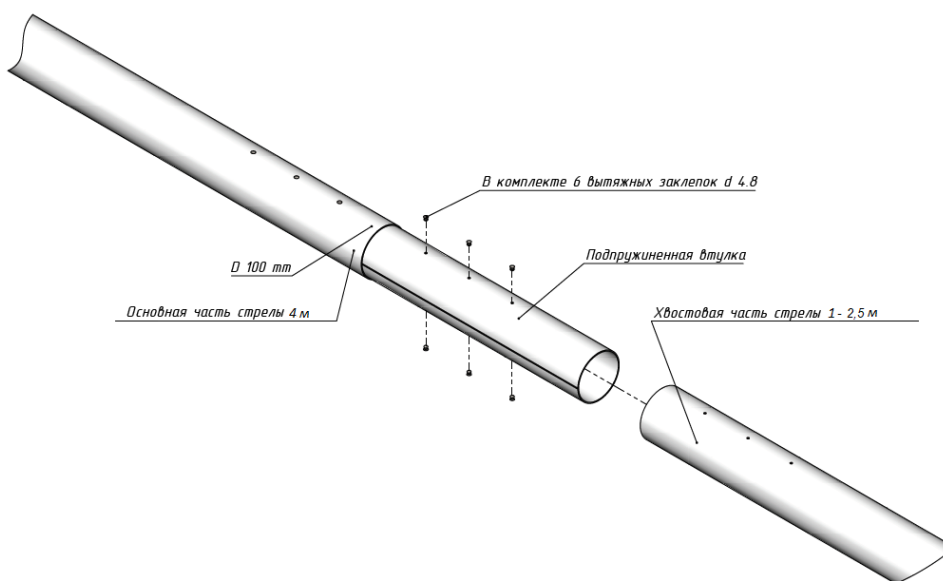

Рисунок 5
**Порядок действий (см. Рисунок 5):**